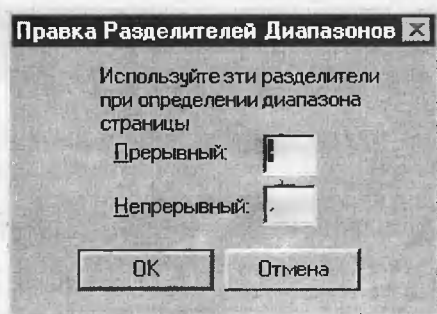

Рис. 3.110. Диалоговое окно *Правка Разделителей Диапазонов*
- *Разделители диапазонов* – щелкнув по данной кнопке, можно вызвать диалоговое окно *Правка Разделителей Диапазонов* и ввести любые символы, которые будут использоваться в качестве разделителей диапазонов вместо дефисов и запятых (см. рис. 3.110);